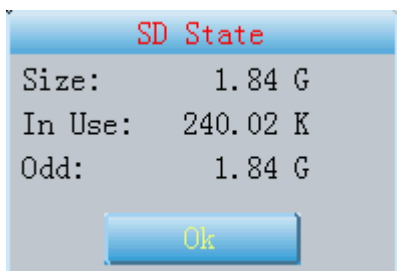

Fig. 13-2-3
- 2  Cliccare questa icona per verificare lo stato della SD card, come da Fig.13-2-3.